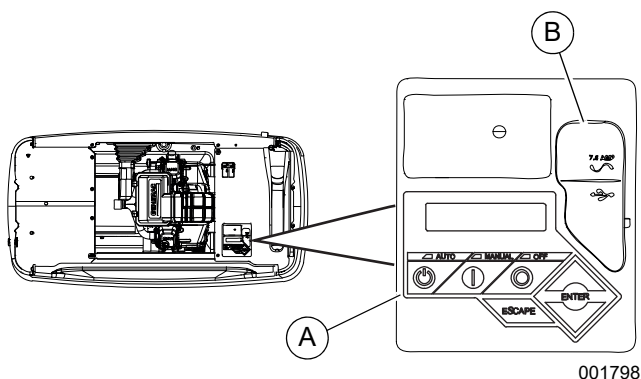

Figure 3-8. Tableau de commande de la génératrice
Voir **Figure 3-8**. Le tableau d'interface de commande (A) se trouve sous le capot supérieur de l'enceinte. Vérifier que les verrous latéraux droit et gauche sont tous deux déverrouillés avant d'essayer de soulever le capot de l'enceinte. Ouvrir le capot comme indiqué sous **Ouvrir le capot supérieur**.